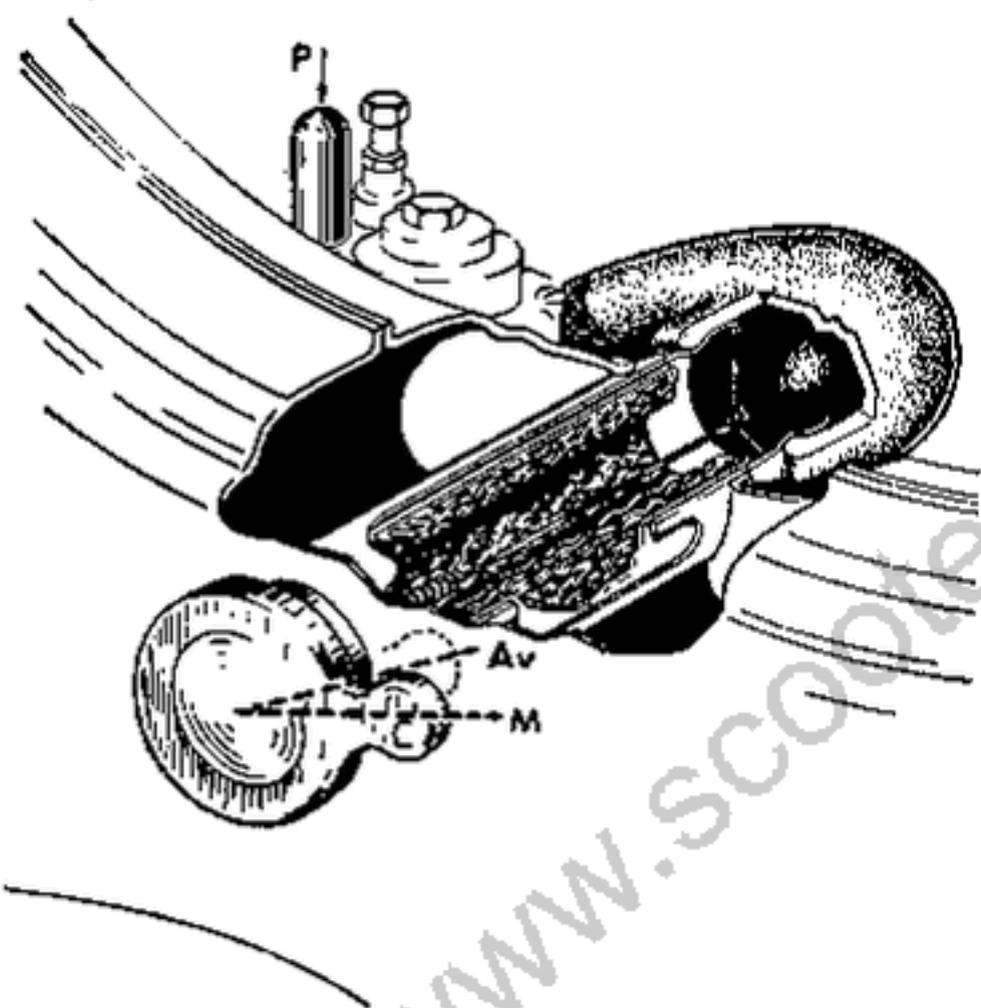

Fig. 5 - Presa aria carburatore.
Il carburatore DELL'ORTO T5-11S è munito di un unico getto, di facile smontaggio per la pulizia periodica senza svuotare la vaschetta. Il getto è tarato per assicurare una regolare carburazione in ogni condizione di impiego della macchina, in climi temperati. Il carburatore è fornito di una pompetta per il richiamo di benzina al getto allo scopo di favorire l'avviamento a freddo. Per questo è sufficiente agire con il dito sull'apposito pulsante P esistente sul coperchio della vaschetta (vedi fig. 5) una volta o anche più volte se la stagione è eccessivamente fredda.
no, permette di ridurre il passaggio dell'aria attraverso il filtro per facilitare l'avviamento a motore freddo (v. fig. 5).
- Spostare la manetta esterna C, sulla presa aria, nella posizione « Av » di avviamento (vedi fig. 5).
A motore avviato riportare la manetta C sulla presa d'aria alla posizione « M » di marcia (v. fig. 5).